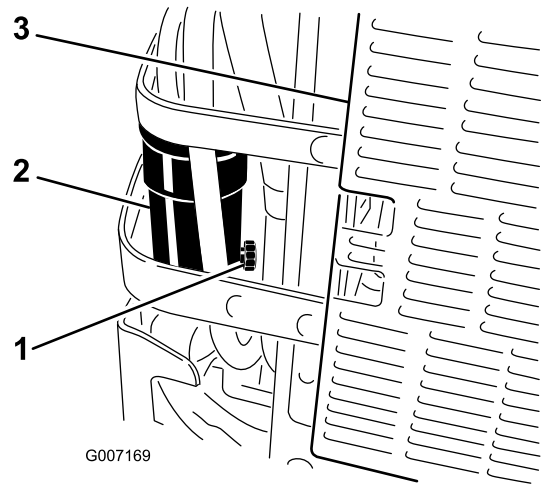

Figure 43
6. Dévissez le robinet de vidange du séparateur d'eau d'un tour environ pour vidanger l'eau et autres contaminants (Figure 43).
7. Fermez le robinet de vidange lorsque le gazole commence à sortir (Figure 43).